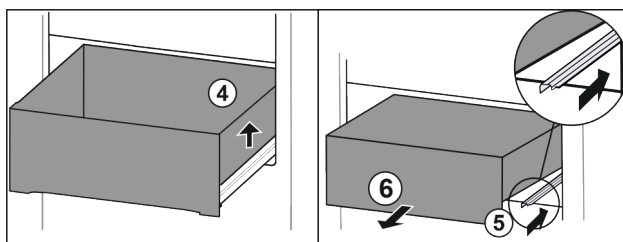

Fig. 114
- Lade rechts optillen. Fig. 114 (4)
- Rechter rail erin schuiven. Fig. 114 (5)
- Lade naar voren toe verwijderen. Fig. 114 (6)